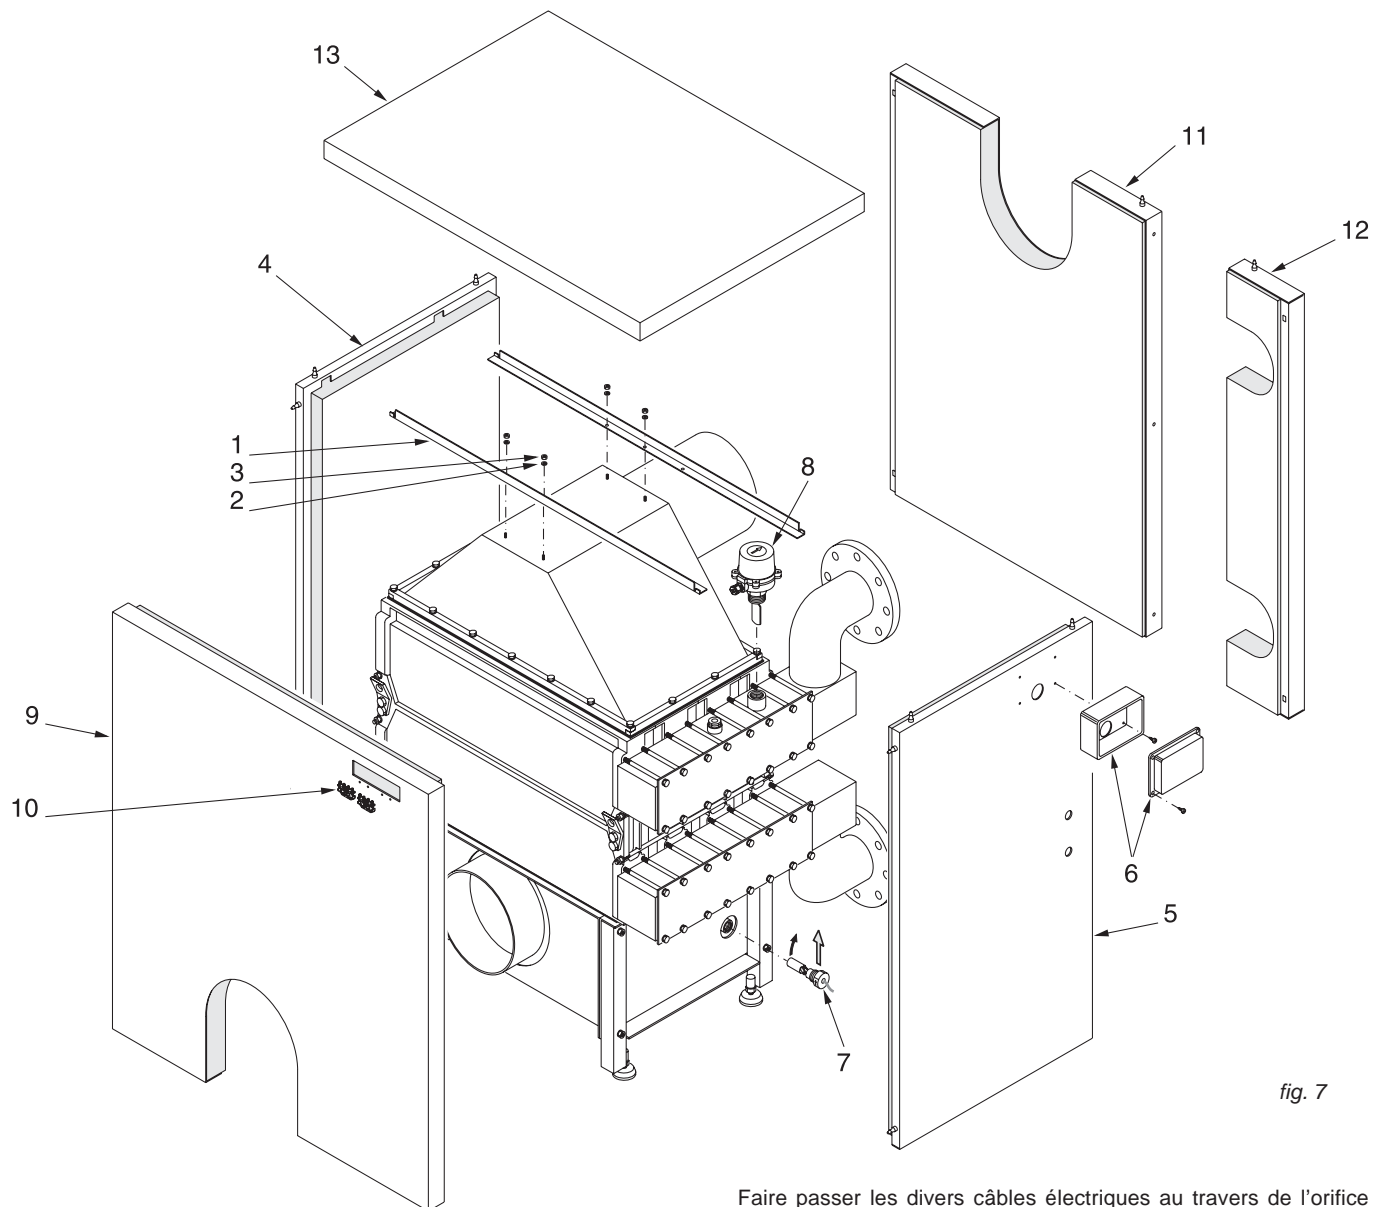

fig. 7
N.B. Pour tous les modèles (voir la fig. 7), les panneaux de l'habillage et le manteau isolant de la chaudière sont contenus dans 1 unique carton marqué :
Séquences de montage (voir fig. 7) :